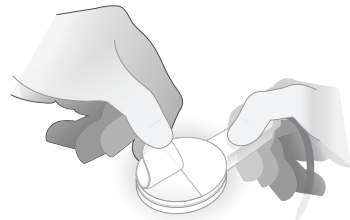

Figure 3-3 : Retrait du film de protection
4. Retirez le film de protection du capteur afin d'exposer l'adhésif (voir la Figure 3-3). Ne tordez pas le capteur en retirant le film de protection.